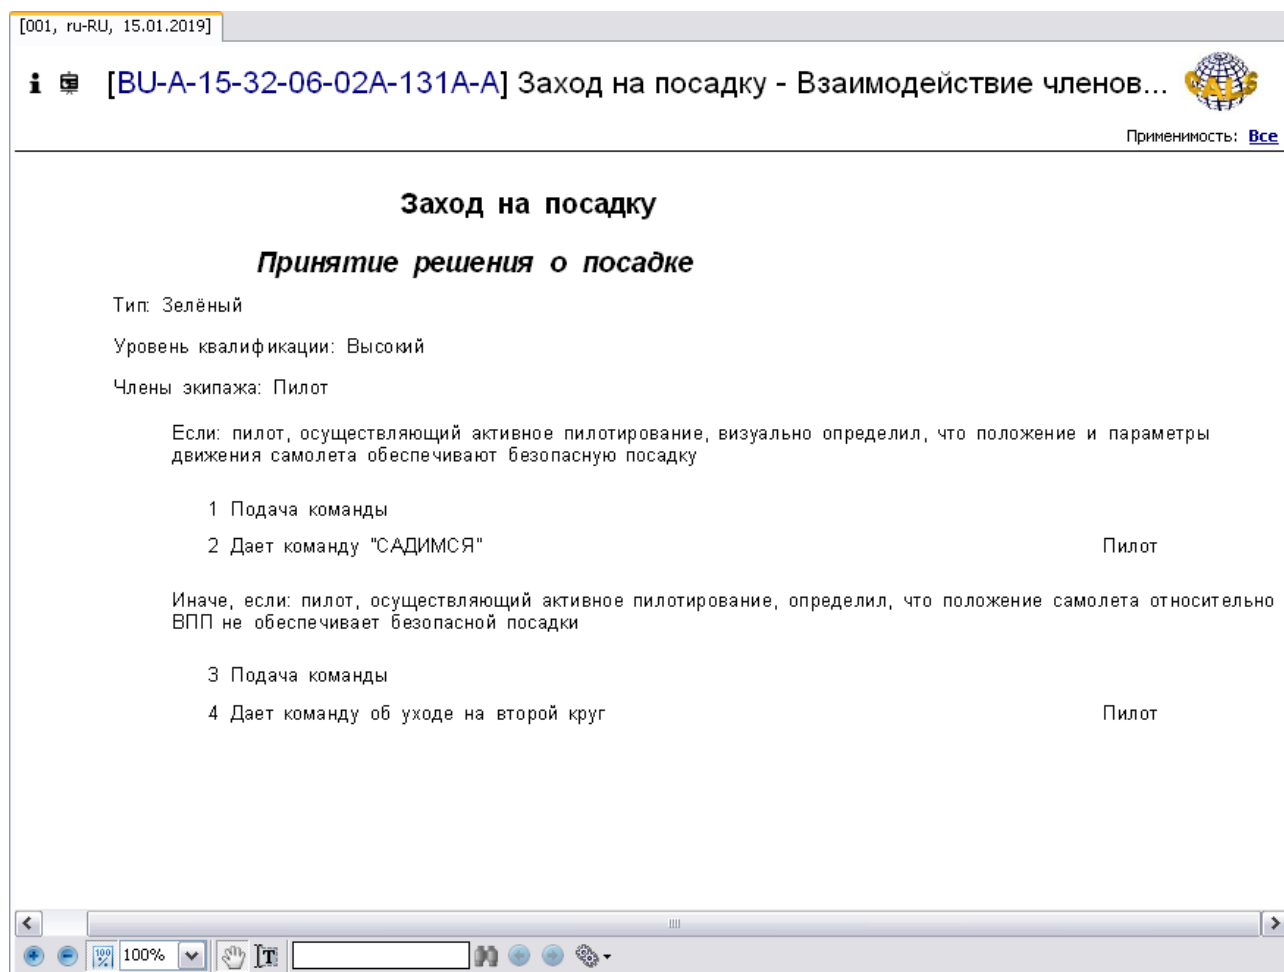

Рис. 165
2. На вкладке **Структура** выберите МД типа «Информация для экипажа/эксплуатирующего персонала». В окне просмотра появится содержимое МД (Рис. 165).